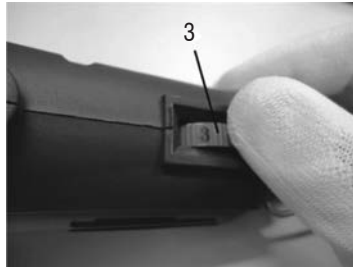

Fig. 4 – Variador de velocidade
Utilize o controle de velocidade (3) para desbastar ou cortar diversos materiais. Ajuste a velocidade conforme sua necessidade. Observe a rotação e o tipo de material onde está sendo aplicado. Algumas operações requerem rotações mais altas ou mais baixas, fig.4